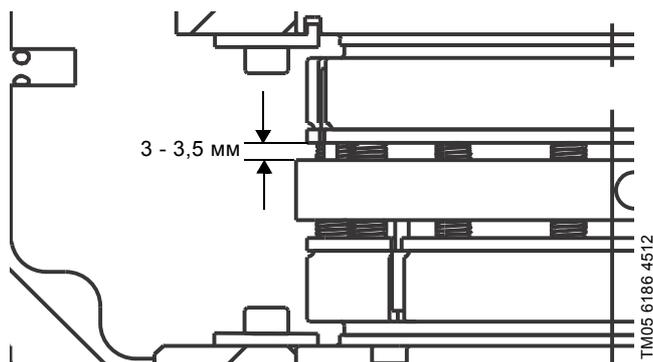

Рис. 20 Зазор на уплотнении вала
3. Установить среднюю часть уплотнения вала на вал, отрегулировать давление верхнего уплотнения вала путем настройки зазора между верхним вращателем и пружинным кольцом до 3,0 - 3,5 мм. Затянуть регулировочные винты. См. рис. 20.